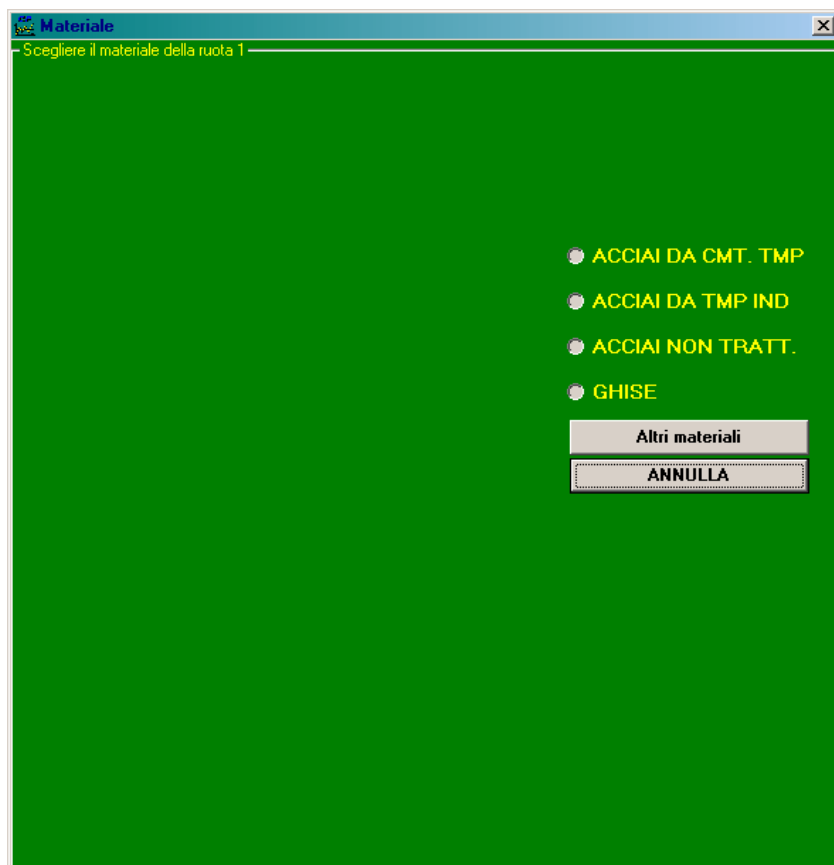

fig.7
■ Scelta del materiale (fig.7)
Premendo il pulsante "Altri materiali" (fig.7) si genera l'apertura di un'altra finestra personalizzabile. (fig.8)